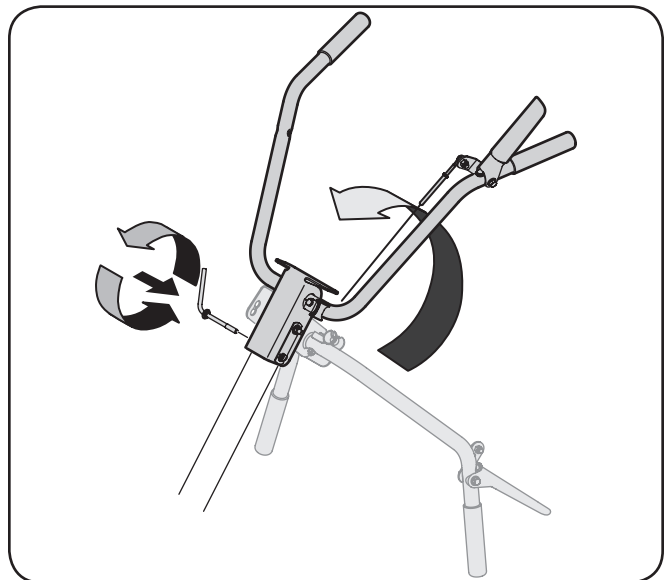

Figura 3-6
3. Retire la manivela de ajuste de la manija de la manija. Vea la Figura 3-6.
4. Gire la manija hacia arriba y fijarlo en su lugar con la manivela de ajuste de la manija. Vea Figura 3-6.